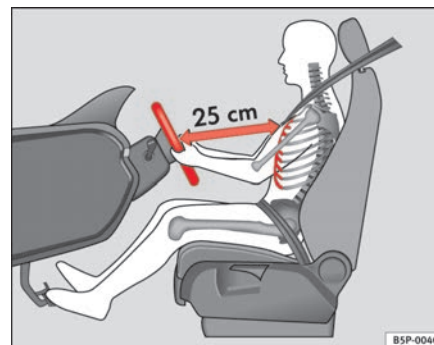

Fig. 116 Posición correcta del conductor
- Ajuste el volante hasta alcanzar la posición deseada ⇒ fig. 116.
- Ajuste el asiento del conductor o el volante de modo que quede una distancia mínima de 25 cm entre el volante y el tórax ⇒ **página 163, fig. 116**. ¡Si no respeta la distancia mínima, el airbag no le protegerá adecuadamente y corre peligro de muerte!